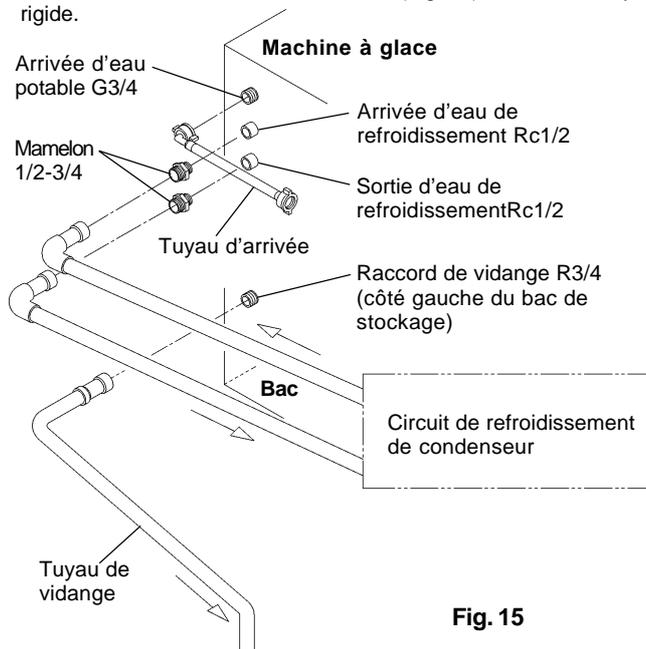

Fig. 15
* Hoshizaki recommande de raccorder le condenseur à refroidissement par eau à un circuit fermé de type circuit de refroidissement de recirculation en utilisant une tour ou un refroidisseur d'eau (Fig. 15 et 16). L'approvisionnement en eau doit se faire par l'intermédiaire d'une vanne de barrage/d'un réservoir de barrage.
[a] Raccordements standard selon les réglementations WRC, au Royaume-Uni (Fig. 15 et 16)
3) Serrez à la main le tuyau de vidange gris (l'accessoire) sur le raccord R3/4 à l'arrière de l'appareil en veillant à ce que la rondelle d'étanchéité en caoutchouc soit correctement placée avant de serrer à la main le raccord. Coupez le tuyau selon la longueur désirée pour l'adapter au drainage principal (Fig. 15).
5) Raccordez le circuit de refroidissement du condenseur aux extrémités libres des mamelons 1/2-3/4 (Fig. 15) à l'aide d'un tuyau rigide.